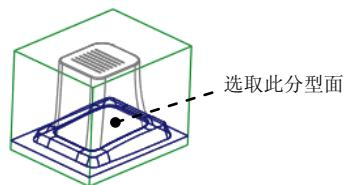

图 2.11 选取分型面
Step4. 选取分割曲面。在“体积块分割”操控板中单击 右侧的 按钮将其激活。然后选取图 2.11 所示的分型面。